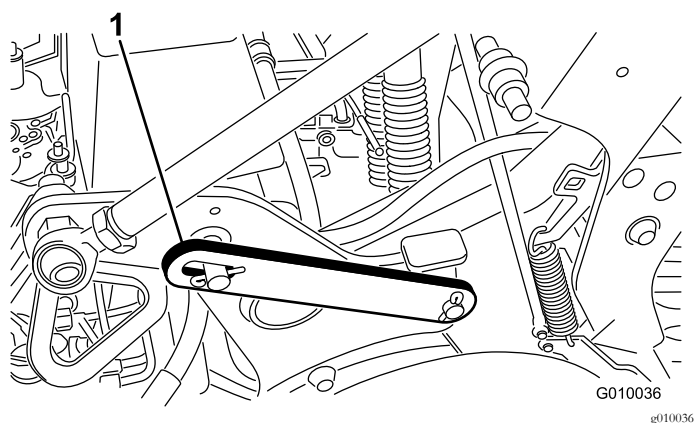

Figura 20
3. Retire el anillo de retención que sujeta el cerrojo de mantenimiento en la posición de almacenamiento (Figura 20).